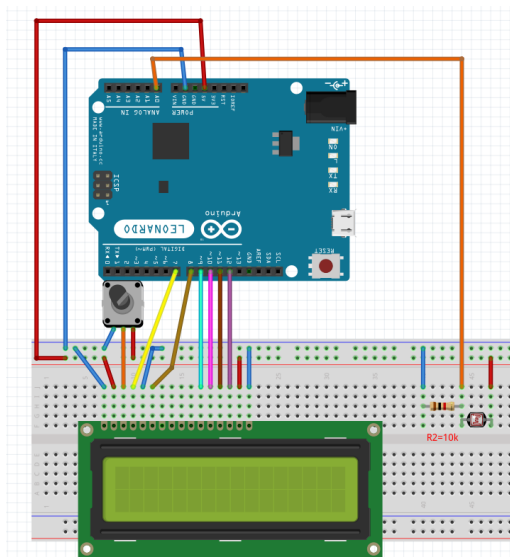

Рис. 5.3. Схема вимірювання освітленості
2. На монтажній платі скласти схему відповідно до рис. 5.3.